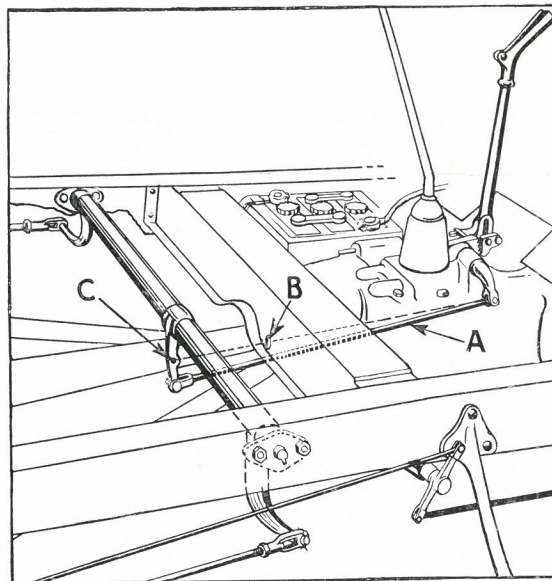

Fig. 130.
2. Fjern Bardunen, A-2853, der forbinder Haandbremsstangens Arm med den midterste Arm paa Tværakslen (se A Fig. 130).
3. Monter paany Bardunen, saaledes at den føres gennem Hullet „B“ i den midste Tværvange og samles med den midterste Arm paa Tværakslen ved det ØVERSTE Hul „C“ i Armen. (Se C Fig. 130).